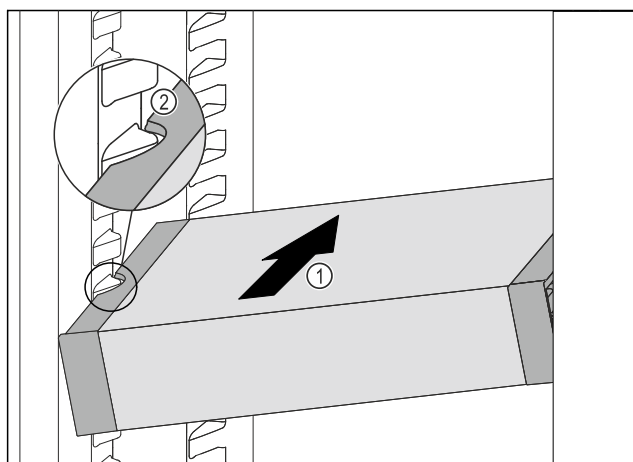

Fig. 89
- ▶ Împingeți VarioSafe oblic în frigider Fig. 89 (1), până când degajările laterale Fig. 89 (2) ale VarioSafese află la înălțimea nervurii recipientului din frigider.